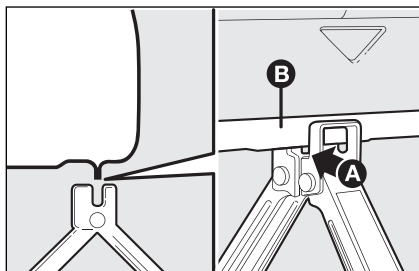

fig. 10
- ☐ draai de slinger van de krik zodat de groef **A**-fig. 10 van de krik goed om de rand **B** van de chassisbalk valt;